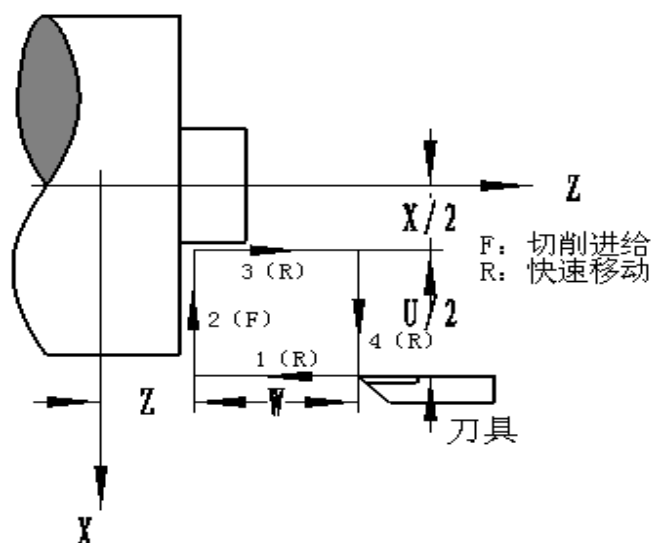

图 2-18
**指令格式:** G94 X (U) \_Z(W)\_R\_F\_;
**功能说明:** G94 指令可实现端面以及锥度端面的单一循环加工, 循环完毕后刀具返回起刀点位置 (轨迹 1 的起点), 如图 2-18 和图 2-19。图中 (F) 线段表示切削进给, (R) 线段表示快速移动。
**G94 X (U) \_Z(W)\_F\_;**